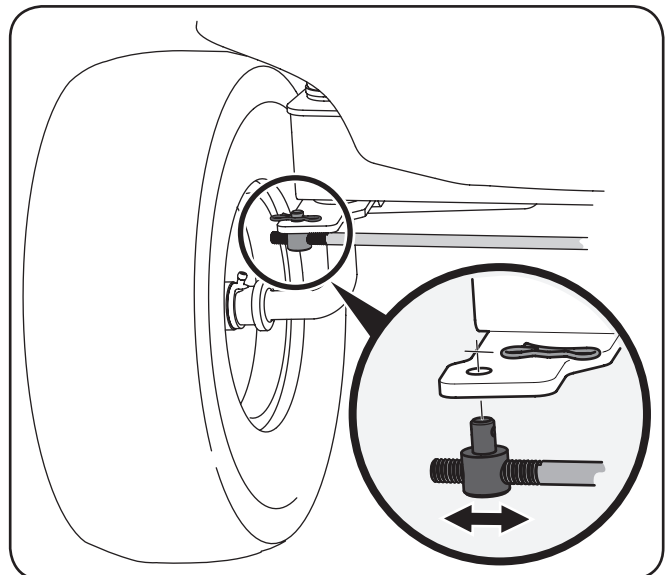

Figura 6-3
1. Retire el clip de corbata de lazo asegurando la férula del tirante a la asamblea del eje delantero derecho, y colocar la varilla hacia abajo para ajustar. Ver Figura 6-3.